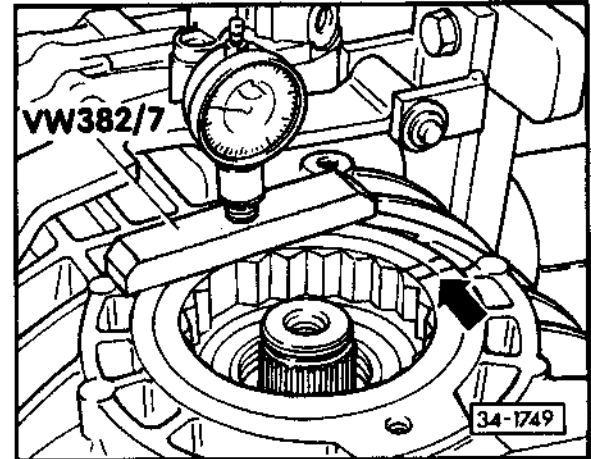

Abb. 3 Stellung des Lagerrings ermitteln und kennzeichnen
- vor Ausbau kennzeichnen – Abb. 3
- **vor Ausbau:** Linken Lagerring für Achsantrieb lösen; damit die Vorspannung des Getriebegehäuses aufgehoben wird. Stellung des Lagerringes vorher kennzeichnen – Abb. 3